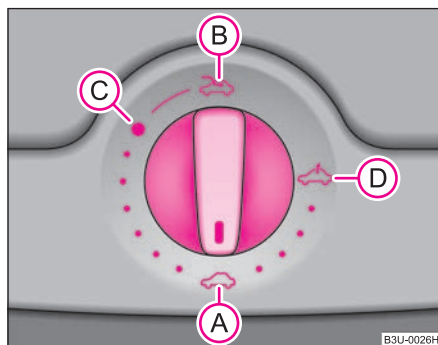

Fig. 30 Conmutador giratorio para el techo corredizo/elevable eléctrico
El techo corredizo/elevable se maneja con el conmutador giratorio → fig. 30 y sólo funciona estando conectado el encendido. El conmutador giratorio tiene varias posiciones de enclavamiento.
- Gire el interruptor hasta la posición **C** → fig. 30
- Gire el conmutador a la posición **A** ⇒ página 55, fig. 30.
El techo corredizo/elevable está equipado con una protección contra sobrecarga. El techo corredizo/elevable se detiene y retrocede algunos centímetros en caso de que un obstáculo (p. ej., hielo) no lo deje cerrar. Puede cerrar por completo el techo corredizo/elevable sin protección contra sobrecarga, pulsando el interruptor en la posición **A** ⇒ página 55, fig. 30 delantera o posterior hasta que el techo corredizo/elevable esté completamente cerrado ⇒ **A**.
⇒ **página 55, fig. 30** durante unos 10 segundos. ■